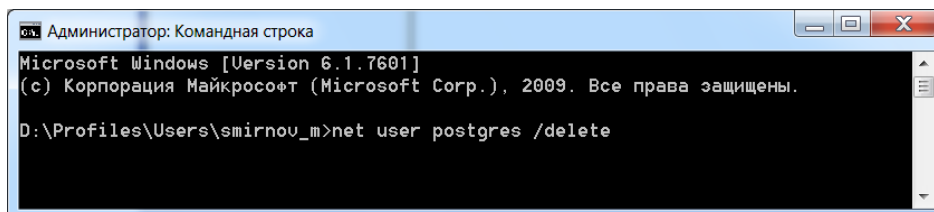

Рис. 5.23. Удаление пользователя postgres через командную строку
2.4. Запустите командную строку (*Пуск* → *Программы* → *Стандартные* → *Командная строка*). Введите команду `net user postgres /delete` и нажмите клавишу Enter (Рис. 5.23).